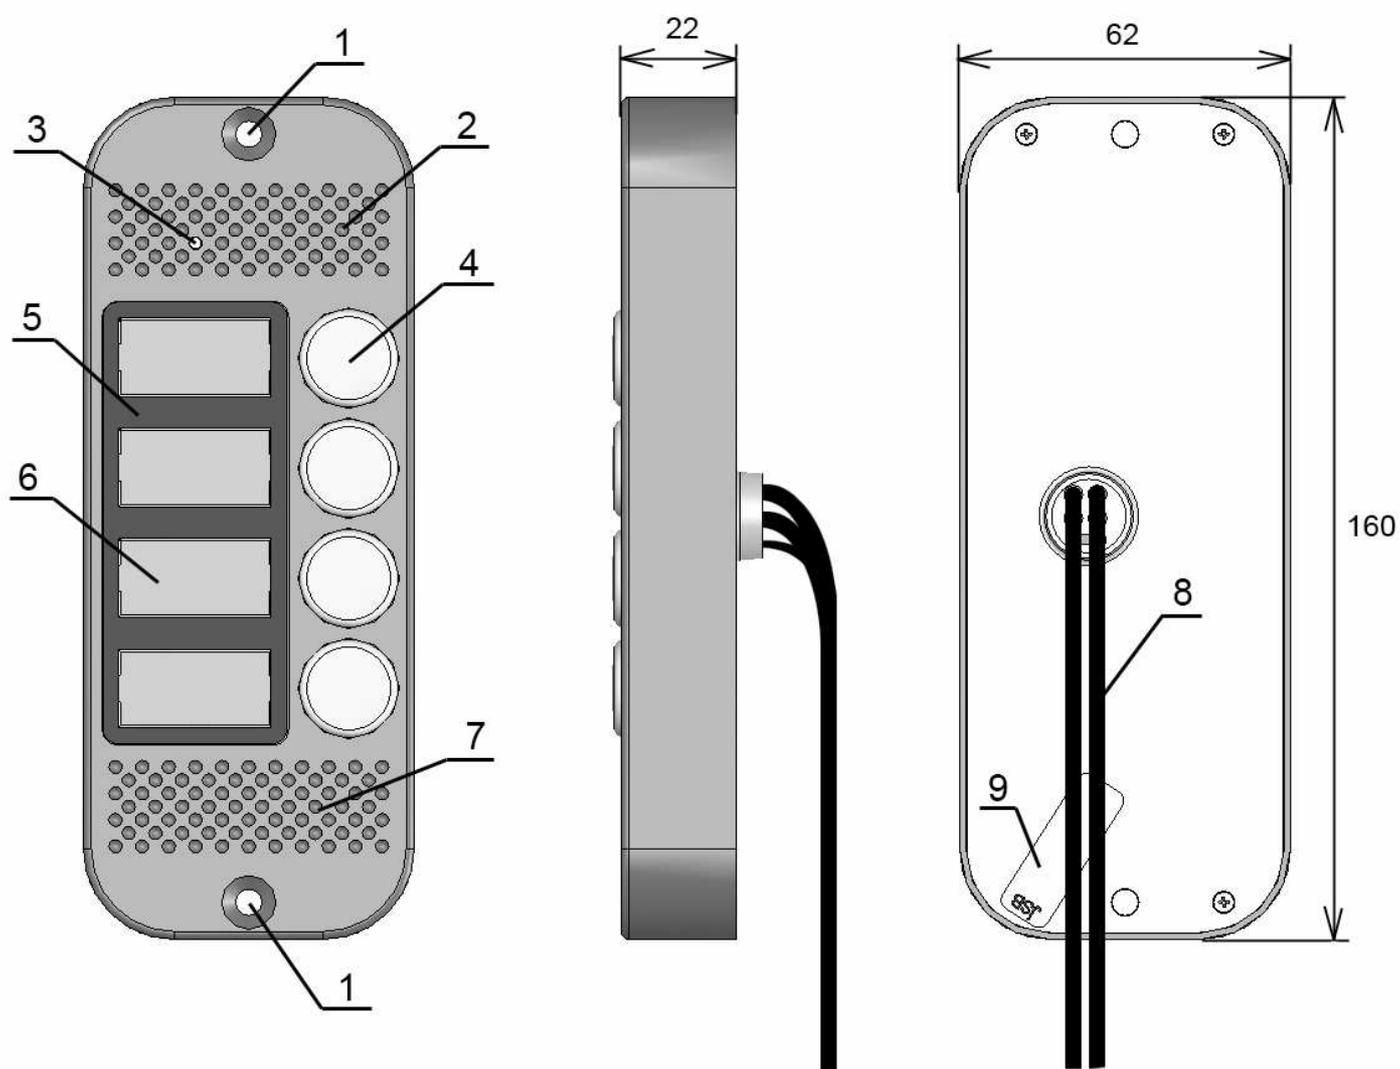

Рис. 1. Назначение основных узлов панели:
6) Распечатать обозначения абонентов на бумаге (номера квартир/офисов, наименование фирм и т.п., размер окон для обозначений 28x14 мм), вырезать, поместить их в окна (поз. 6 на рис. 1) и закрыть защитными стеклами, входящими в комплект поставки.